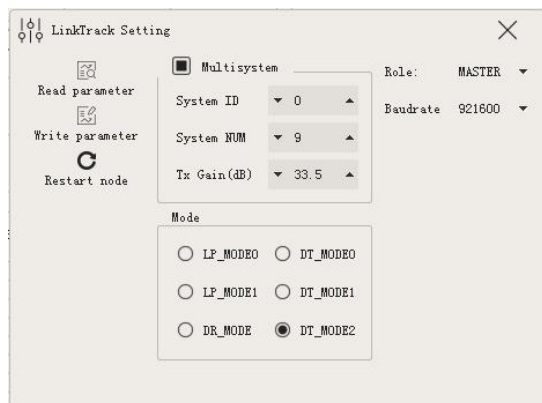
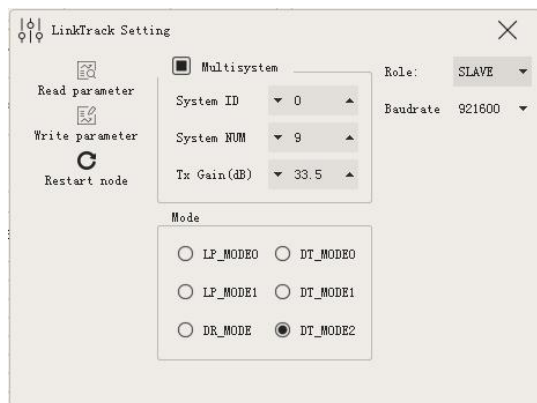

图 28: DT\_MODE2 下 M 配置图
图 29: DT\_MODE2 下 S 配置图
1. 准备 3 个 LT 节点，通过 NAssistant 配置一个节点为 1 个 Master，简记为 M；配置另外 2 个节点为 Slave，简记为 S。图 28 为 M 的配置，图 29 为 S 的配置，一般而言所有从机配置一样。